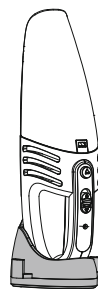

Fig. 5
- Il LED di controllo della carica si accende di luce rossa per indicare che è in corso la ricarica dell'apparecchio (fig. 5).